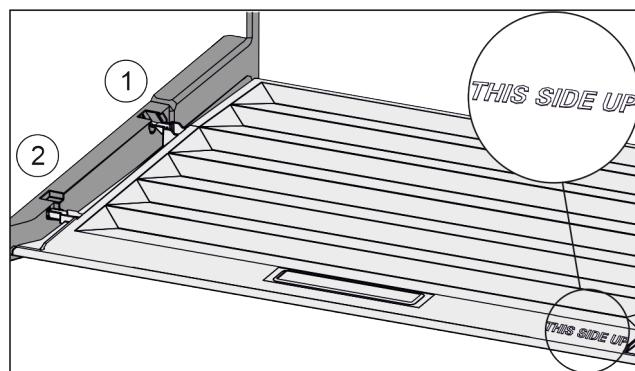

Fig. 125
- Introduceți nervura capacului prin orificiul suportului posterior Fig. 125 (1) și înclocheați-l în față în suport Fig. 125 (2).